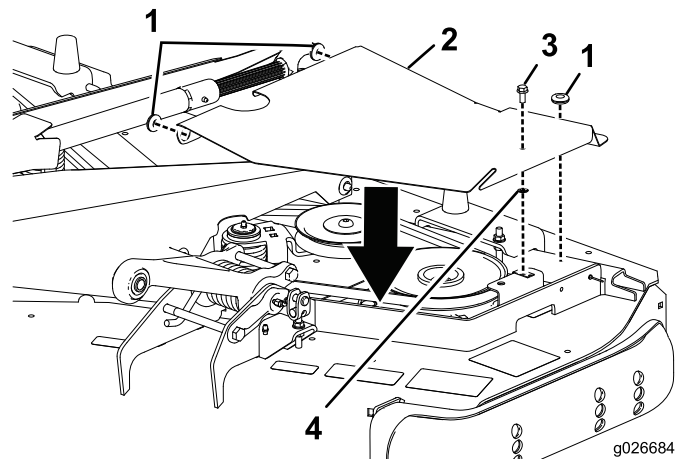

Bild 10
1. Legen Sie eine Scheibe in jedes der drei Löcher in der linken Mähwerkabdeckung (Bild 10).
2. Befestigen Sie die Sechskantbundschaube und die Steckmutter an der Abdeckung (Bild 10).
4. Befestigen Sie die Abdeckung mit der vorher angebrachten Sechskantbundschaube an der vorhandenen Befestigungsmutter im Mähwerk (Bild 10).